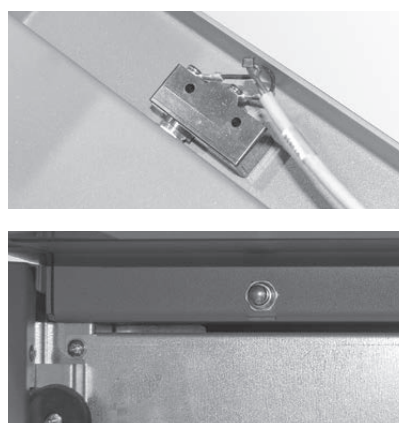

Fig. 39 Montare l'interruttore di contatto porta (solo su PuroWIN PWPE 75–100)
- ▶ **Solo su PuroWIN PWPE 75–100:** Montare l'interruttore di sicurezza porta con 2 i dadi sull'elemento di collegamento superiore, che va regolato una volta montata la porta di contenimento – Fig. 39.